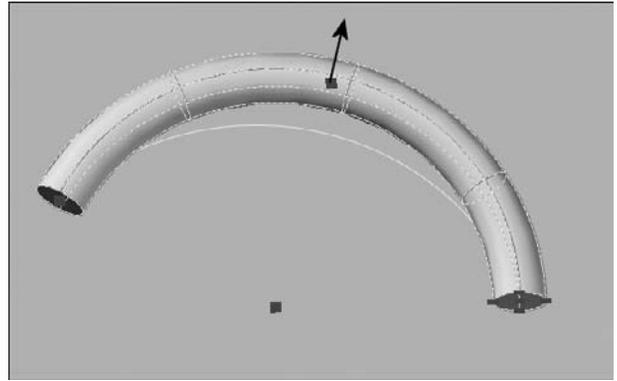

Fig.20.4
- ▶ **Solides et surfaces de balayage** : les solides et les surfaces de balayage affichent des poignées sur le profil de balayage ainsi que sur la trajectoire de balayage. Vous pouvez utiliser ces poignées pour modifier le solide ou la surface (fig.20.4). Lorsque vous cliquez sur une poignée et la faites glisser sur le profil, les changements sont contraints en fonction du plan de la courbe du profil.